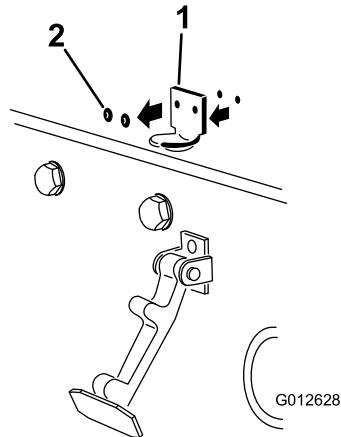

図 3
2. フードラッチブラケットをフードに固定しているリベット2本を外す図3。フードからフードラッチブラケットを取り外す。